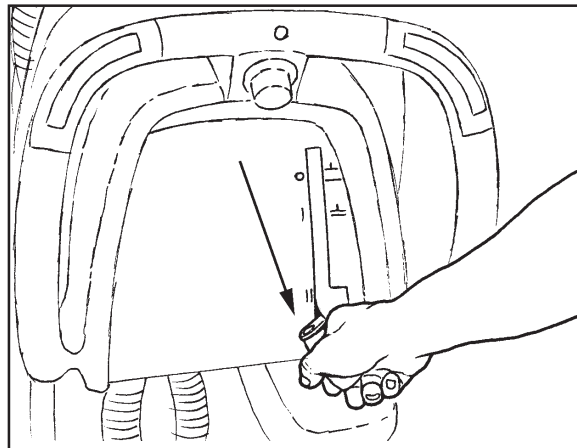

Рисунок 25
1. Чтобы опустить швабру и запустить вакуумный механизм, передвиньте рычаг швабры вправо и вниз (смотрите рис. 25).